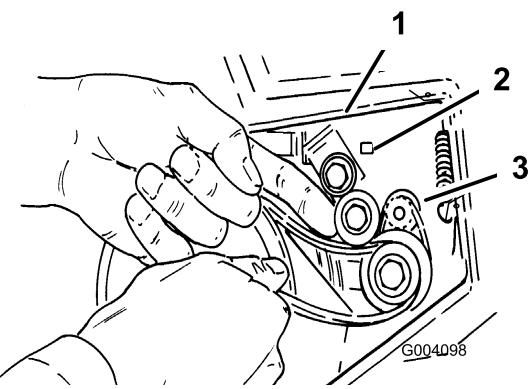

Figura 20
- Infilate la nuova cinghia sulla puleggia piccola (Figura 20).
- Sollevate il braccio di rinvio e infilate la cinghia sotto la puleggia tendicinghia (Figura 20).